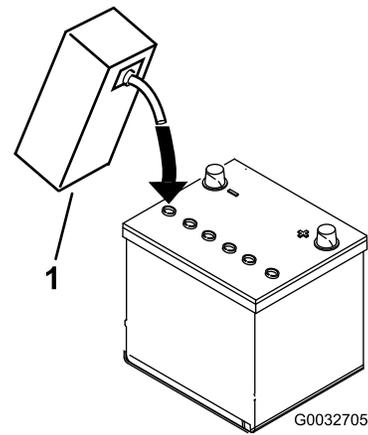

Bild 4
4. Lassen Sie die Elektrolytflüssigkeit für 20 bis 30 Minuten in die Platten durchtränken. Füllen Sie nach Bedarf auf, um den Elektrolytstand auf ungefähr 6 mm unter den Einfüllstutzen anzuheben (Bild 4).